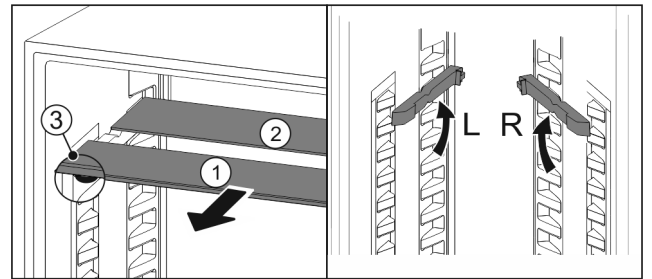

Fig. 52
- ▶ Glasplaten afzonderlijk vanaf de voorkant eruit trekken Fig. 52 (1).
- ▷ Glasplaat Fig. 52 (1) met sierlijst ligt voor.
- ▷ Stops Fig. 52 (3) zijn naar onder gericht.